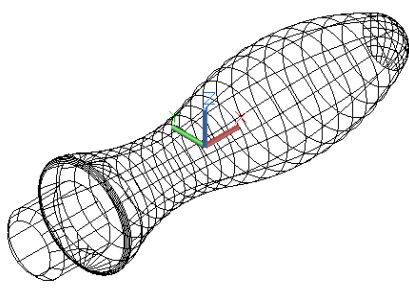

图 10-96 UCS 坐标和手柄的三维线框图
(2) 线框(W): 显示对象时利用直线和曲线表示边界。显示一个已着色的三维 UCS 图标。光栅和 OLE 对象、线型及线宽不可见。可将 COMPASS 系统变量设置为 1 来查看坐标球, 将显示应用到对象的材质颜色。如图 10-96 所示为 UCS 坐标和手柄三维线框图。